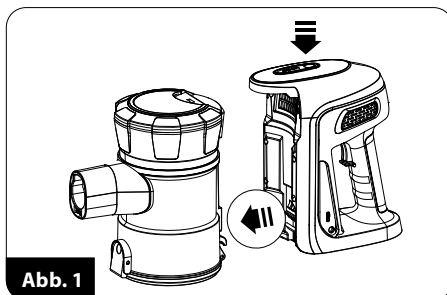

Abb. 1
1. Den Freigabeknopf des Staubbehälters (9) betätigen und den Staubbehälter vom Motormodul entfernen (Abb. 1).